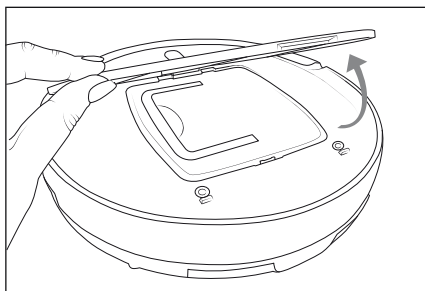

Fig. 5
- 1) Remova a tampa **13** do reservatório de pó **12** e puxe-o pela pega, para fora do aparelho (ver fig. 5 e 6).